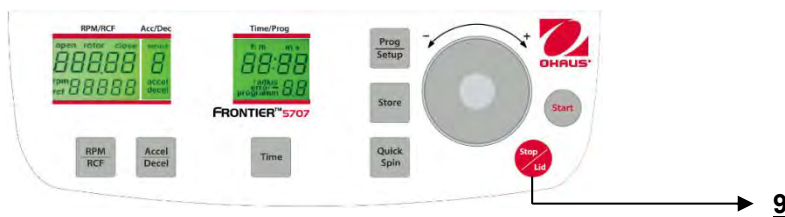

Figure. 25
Avec la touche **"Stop/Lid"** (9) (voir la figure 25), il est possible d'interrompre une centrifugation à tout moment. Après avoir appuyé sur la touche, la centrifugeuse décélère conformément à l'intensité présélectionnée jusqu'à son arrêt complet.